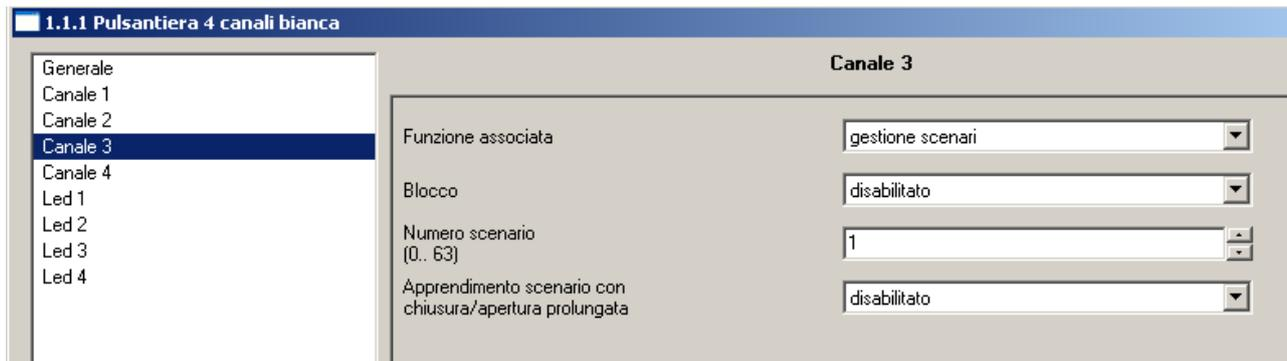

Fig. 3: Finestra di configurazione parametri **Pulsantiera 4 canali (1) – Canale 3 – Scenario 1**
Si ricorda di abilitare i parametri **Apprendimento Scenario 1** e **Apprendimento Scenario 2** e di specificare correttamente il **Numero scenario** corrispondente inserendo lo stesso numero previsto nel dispositivo di attivazione dei due scenari ovvero nella pulsantiera (1) (vedere fig. 3 precedente). L'attuatore discriminerà i comandi di memorizzazione ed attivazione scenari in base a questo numero associando lo stato del proprio canale di uscita presente al momento della memorizzazione dello scenario inviato per poi ripristinarlo in caso di attivazione.